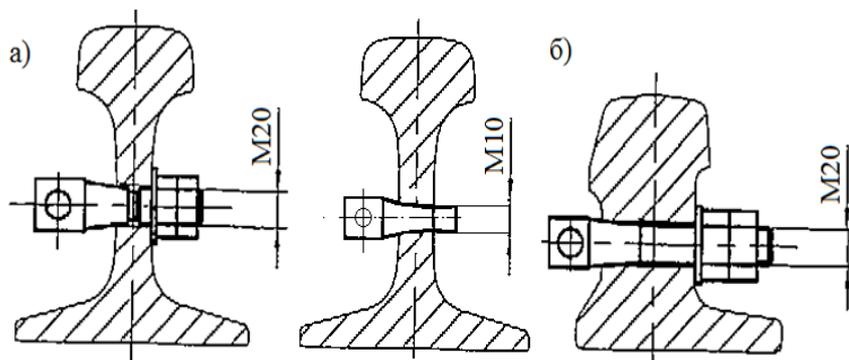

Рис.6. Крепление соединителя к рельсу (а), к сердечнику крестовины (б)
- накрутить контргайки закрепить их до упора (законтрогаить штепсель) (рис.6);